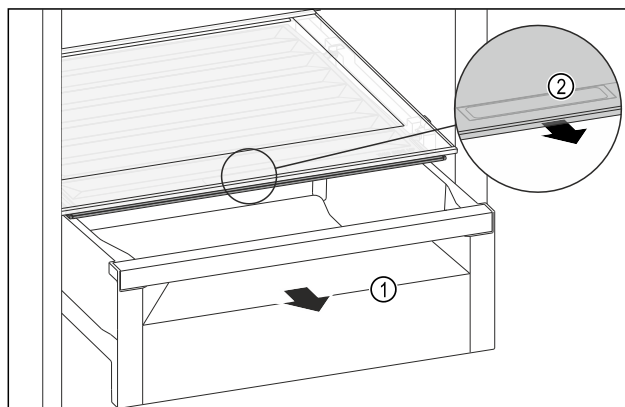

Fig. 146
- Trekk ut skuffen Fig. 146 (1).
- Ta tak i det innfelte grepet Fig. 146 (2) på lokket, og trekk samtidig lokket forover.